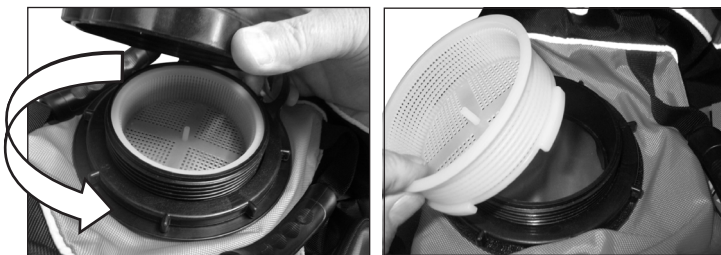

Figura 1.
1. Quite la tapa girándola con la mano en el sentido contrario al de las manecillas del reloj y quite la canasta de filtro. **(Vea la Figura 1).**